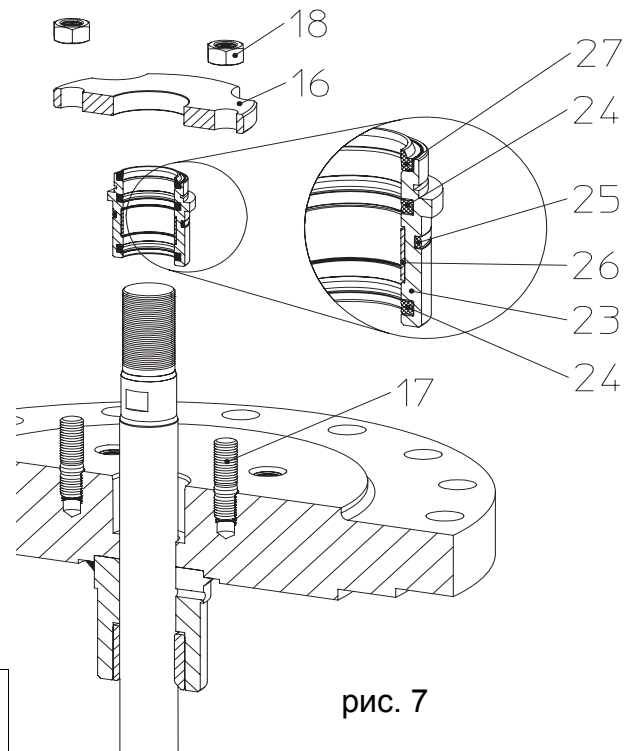

рис. 7
- При замене уплотняющих элементов (поз. 24, 25) следите за правильным порядком установки и положением отдельных деталей (см. рис. 7).